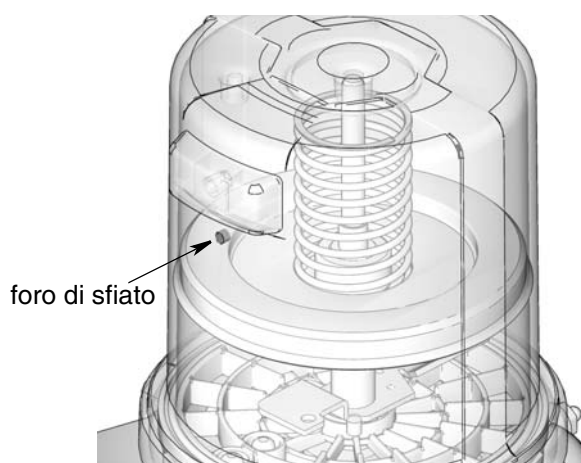

FIG. 24
3. Riempire il serbatoio di grasso finché la tenuta della piastra dell'elevatore non apre il foro di sfiato (FIG. 24) e la maggior parte dell'aria viene espulsa dal serbatoio.